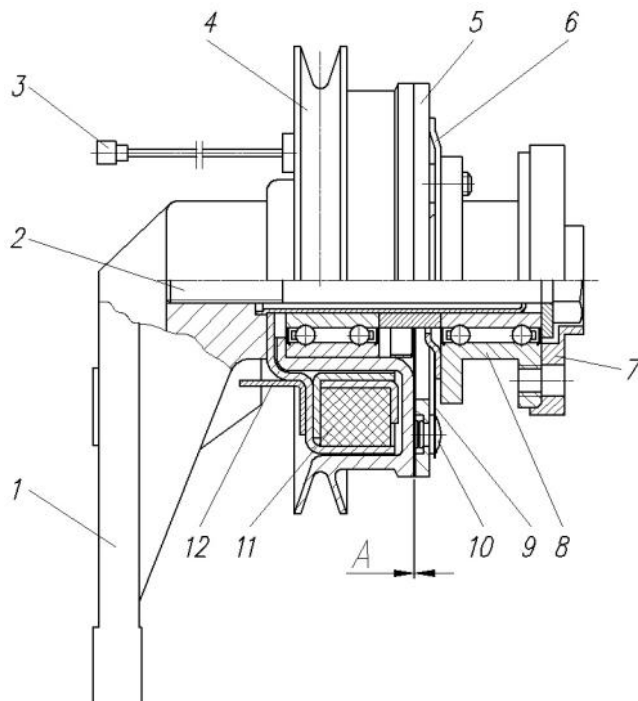
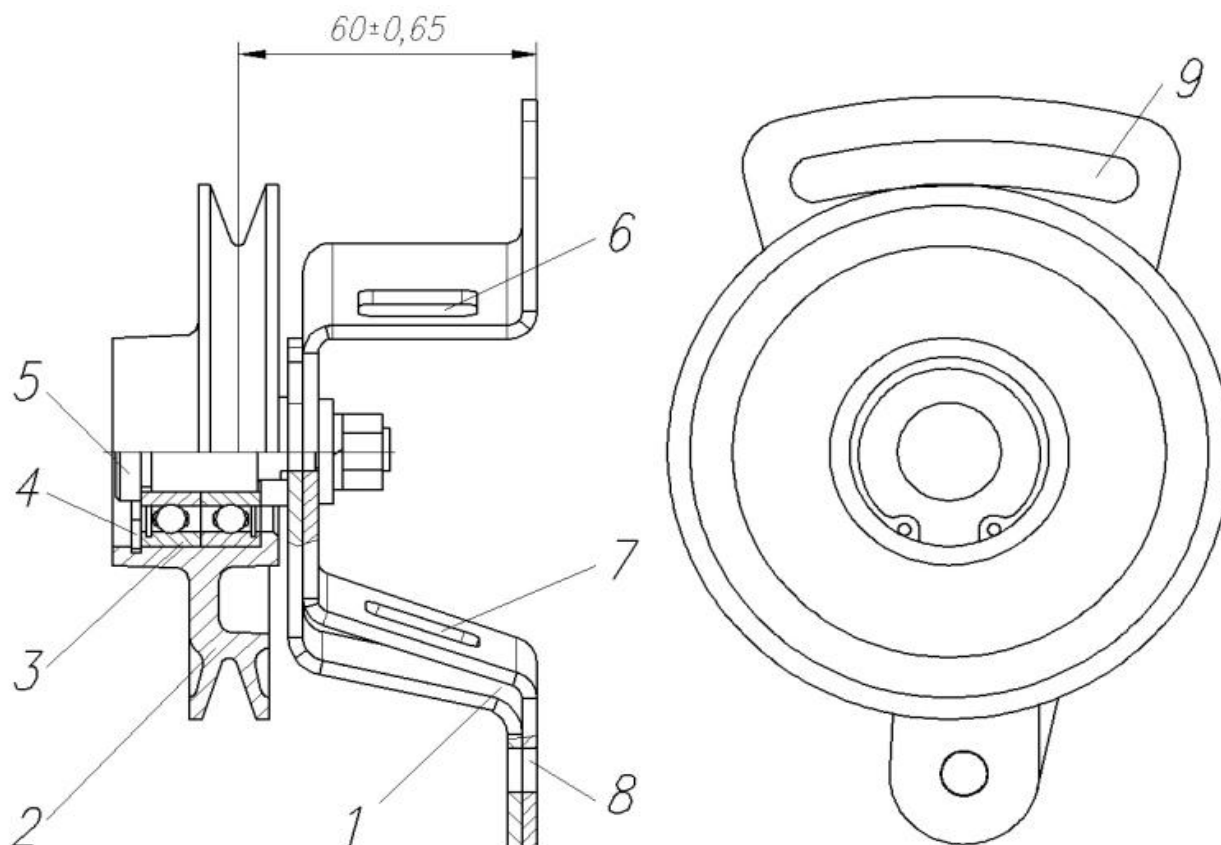

Рис. 15. Корпус привода вентилятора с электромагнитной муфтой:
Рис. 16. Натяжное устройство ремня привода вентилятора:
**Привод вентилятора** автономный, включает следующие узлы и детали: дополнительный шкив на коленчатом валу; корпус привода вентилятора со шкивом привода и встроенной в него электромагнитной муфтой отключения вентилятора (рис. 15); узел натяжителя – натяжное устройство ремня привода вентилятора (рис. 16).
**Натяжное устройство ремня вентилятора** показано на рис.16.